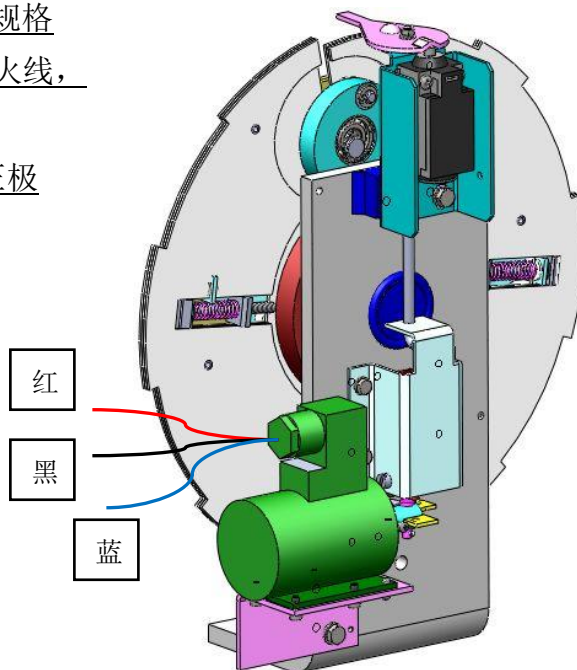

图 5
3、触发及复位方式为电磁铁形式的限速器试验方法：轿厢以检修速度下行，绳轮缓慢转动，将图 5 所示黑色线与蓝色线接通，直至限速器甩片张开并实现限速器机械动作从而提拉安全钳，使轿厢制停，然后断开黑色线和蓝色线。试验后需将限速器复位，使轿厢微量上行，机械部分自动复位，然后将图 5 所示红色线与蓝色线接通，开关打板旋转至于绳轮垂直位置，完成开关复位，然后断开红色线和蓝色线。